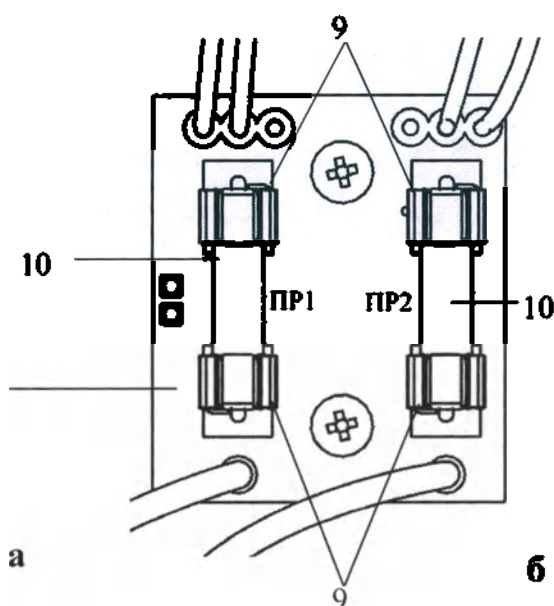

Рисунок 7
13.5.2 Плавкие предохранители ПР1 и ПР2 установлены на отдельной плате, которая расположена в электронном отсеке (Рис.7). Тип доступа к предохранителям – при помощи инструмента.
- ЭПРА, источник стабилизированного питания и плата с предохранителями находятся с внешней стороны основания облучателя в электронном отсеке и закрыты задней крышкой (Рис.7)
- открутить винты крепления (Рис.7а, поз.12) держателя облучателя;
- открутить винты крепления (Рис.7а поз.3) крышки электронного отсека,
- открыть электронный отсек сняв крышку (Рис.7а поз.2).
Замена ЭПРА	- отсоединить провода, подводимые к клеммам ЭПРА (Рис.7а поз.4); - открутить винты крепления ЭПРА (Рис.7а поз.5); - снять ЭПРА и заменить на новый; - установить на место неисправного ЭПРА, новый - закрутить винты крепления ЭПРА (Рис.7а поз.5) и подсоединить соединительные провода. - Демонтированный ЭПРА утилизировать, как отходы класса А.
Замена источника питания стабилизированного напряжения для	- отсоединить провода, подводимые к клеммам источника питания стабилизированного напряжения; - открутить винты крепления источника питания (Рис.7а поз.7); - снять источник питания (Рис.7а поз.6) и заменить на новый; - сборку произвести в обратной последовательности. - демонтированный источник питания утилизировать, как отходы класса А.